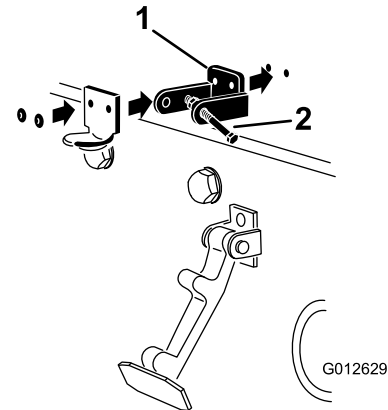

Figure 7
3. Alignez les trous de montage et positionnez le support de verrouillage CE et le support du verrou de capot sur le capot. Le support du verrou doit être appuyé contre le capot (Figure 7). Ne retirez pas le boulon et l'écrou du bras du support de verrouillage.
5. Rivez les supports et les rondelles sur le capot (Figure 7).